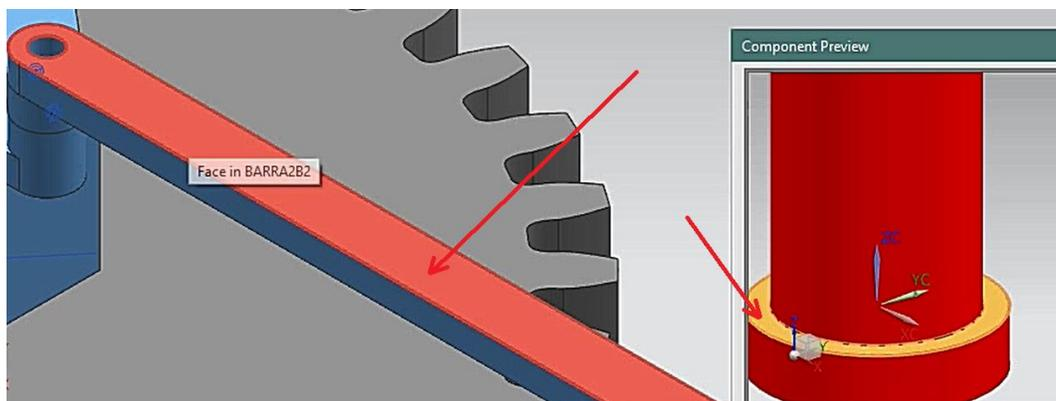

Figura 1.45 Cara superior de **barra2b2.prt** y cara inferior de la cabeza de **broche2.prt**.
- Elegir el tipo de restricción **Touch Align**. Seleccionando **Orientation** → **Touch**. Seleccionar la cara inferior de la cabeza del **broche2.prt** y la cara superior de **barra2b2.prt** (Figura 1.45).